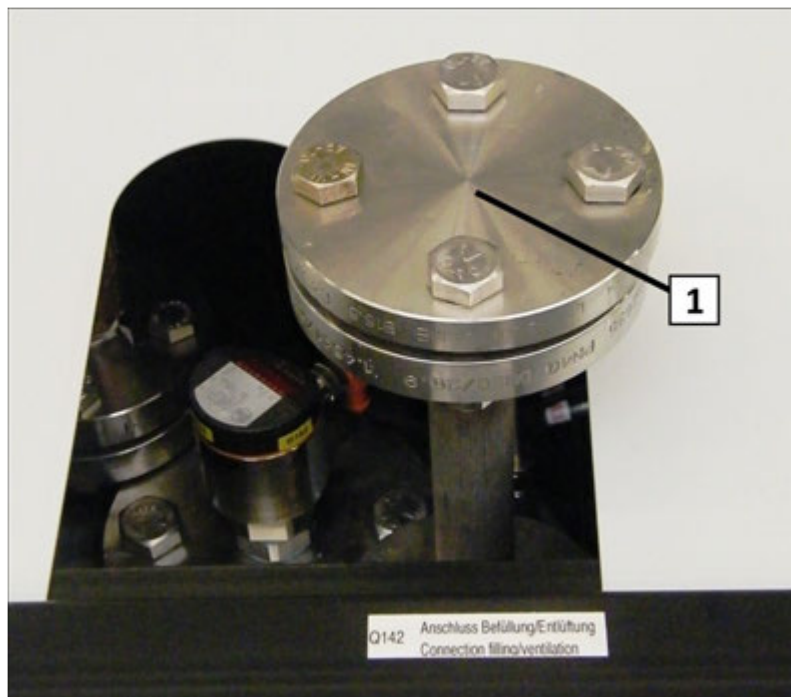

Рис. 33: Соединительный элемент Q142
19. Открыть фланец (Q142) (Рис. 33 [1]) на расширительном баке.